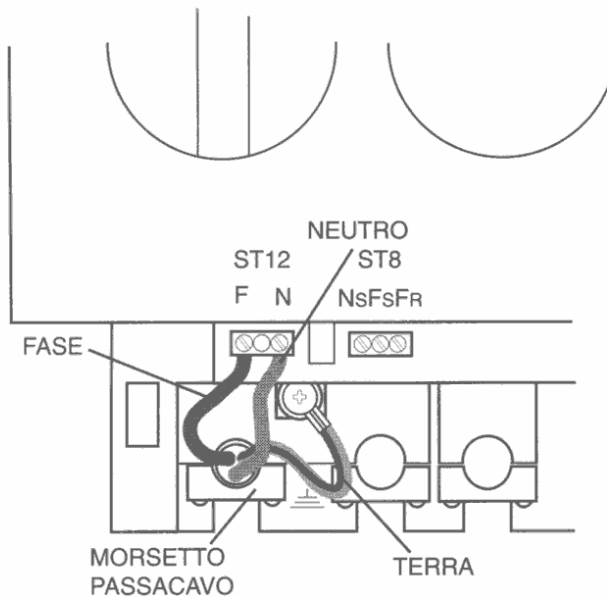

Fig. 9: Collegamenti alla rete
- Collegare il cavo di rete al morsetto ST12 come illustrato in fig. 9, col filo marrone al morsetto F (L), il filo blu al morsetto N (N), e il filo verde e giallo al connettore di terra contrassegnato  $\oplus$ .
- Il filo di messa a terra deve essere più lungo dei fili F (L) e N (N) e deve essere fissato al connettore con un terminale ad anello, o sbucciato, e fissato saldamente alla rondella semitonda.